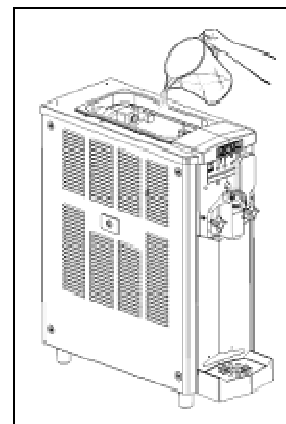

Abb. 2
- Nachdem die Maschine vollständig entleert wurde, die obere Wanne mit heißem Wasser füllen (Abb.2) und einige Minuten abwarten.